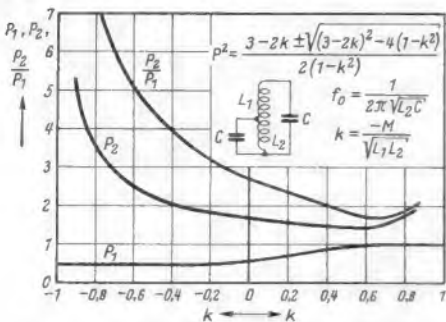
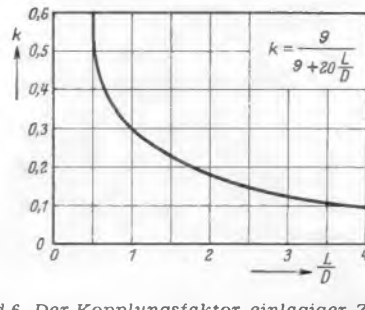

Bild 5. Die Faktoren  $P_1$ ,  $P_2$  und  $P_2/P_1$  in Abhängigkeit vom Kopplungsfaktor  $k$  bei gleichen  $C$ - und  $L$ -Werten
Bild 6. Der Kopplungsfaktor einlagiger Zylinderspulen in Abhängigkeit vom Verhältnis Länge zu Durchmesser
Kopplungsfaktors  $k$ . Es gibt also wieder zwei „Bänder“  $P_{1f_{01}}$  bis  $P_{1f_{02}}$  sowie  $P_{2f_{01}}$  bis  $P_{2f_{02}}$ . In Bild 5 sind  $P_1$ ,  $P_2$  und  $P_2/P_1$  in Abhängigkeit von  $k$  dargestellt. Bei der angepaßten Spule ist  $k$  negativ.
wenn  $L =$  Länge und  $D =$  Durchmesser der Spule (in gleichen Maßeinheiten) sind. Die Formel gibt gute Werte, solange  $L/D$  nicht kleiner als 0,8 ist. In Bild 6 ist Formel (6) grafisch dargestellt. Bei praktisch ausführbaren Spulen liegt  $k$  zwischen 0,2 und 0,4.
Die Berechnung des Kreises erfolgt im Prinzip wie bereits beschrieben. Bekannt sind wieder  $f_{rh}$  und  $f_{th}$  sowie  $C_{max}$ . Für die Wahl von  $P_{1,2}$  sind die gleichen Gesichtspunkte wie bei  $K_{1,2}$  maßgebend, d. h.  $P_2$  darf kein Vielfaches von  $P_1$  sein.  $P_{1,2}$  müssen so gewählt werden, daß sich brauchbare Werte von  $k$  ergeben. Das ist z. B. der Fall für  $P_2/P_1 = 3,5$ . Dann ist  $k = 0,3$  und nach Bild 6 wird  $L/D = 1,05$ . Das Kapazitätsverhältnis errechnet sich wieder aus (4), wobei für  $K_{1,2}$  die aus Bild 5 abgelesenen Werte von  $P_1$  und  $P_2$  eingesetzt werden. Die halbe Spule  $L_2$  wird ebenfalls wie oben berechnet.
Beispiel: Es sei wieder  $f_{rh} = 3,4$  MHz,  $f_{th} = 30$  MHz,  $C_{max} = 150$  pF und  $P_2/P_1 = 3,5$ . Aus Bild 5 und 6 wird abgelesen:  $P_1 = 0,55$ ,  $P_2 = 1,92$ ,  $k = 0,3$  und  $L/D = 1,5$ . Dann ist